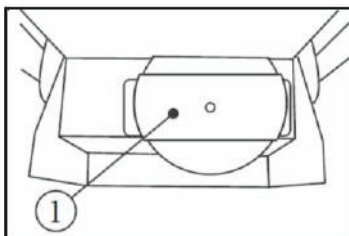

Рис. 4
1. Отсоедините нижний защитный кожух (1), открутив 2 винта (рис. 4).